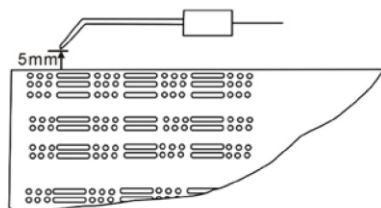

Рис. 6
- Проверьте зазор между электродами зажигания Рис. 6